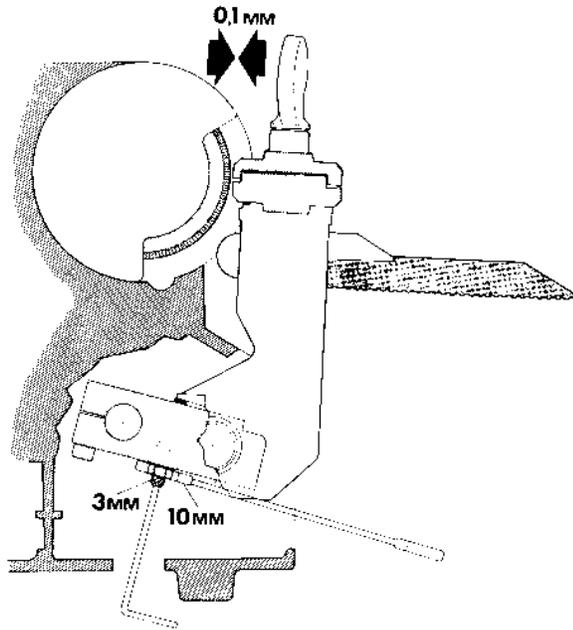

Fig. 14
- 2) Unlock the 10mm nut (see Fig. 14).